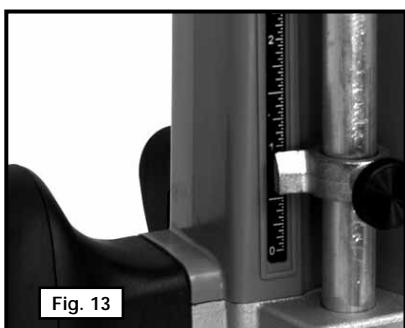

Fig. 13
- Desserrez le bouton de blocage de la tige de profondeur (K) Fig. 9, et levez la tige de profondeur jusqu'à ce que l'indicateur soit aligné sur la marque représentant la profondeur désirée de plongée. (L'exemple de la Fig. 13 montre le réglage pour la plongée de 1 po.) Serrez le bouton de blocage de la tige de profondeur rod-locking knob.